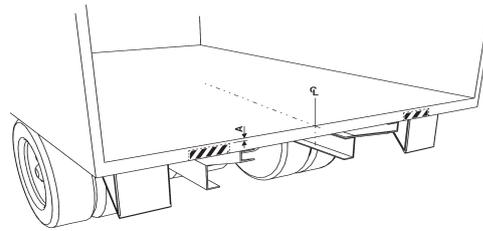

Abbildung 17. Mittelpunkt an der Hecktraverse ausmessen und markieren
2. A-Maß kontrollieren, falls eine Aussparung in der Hecktraverse erforderlich ist. Siehe Markierung in Abbildung 17.